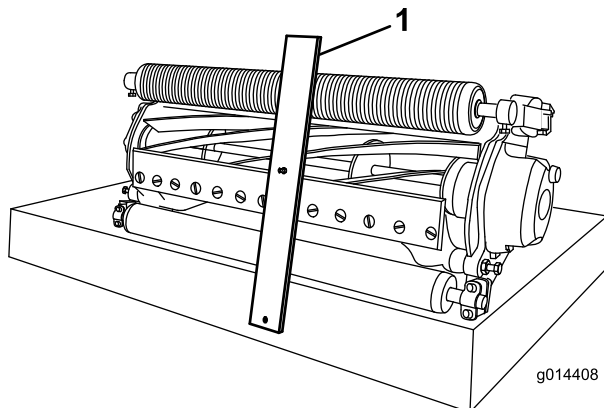

図 10
3. ゲージバーのボルトの頭を下刃の先端に引っかけ、バーの後端を後ローラに当てがう 図 10。